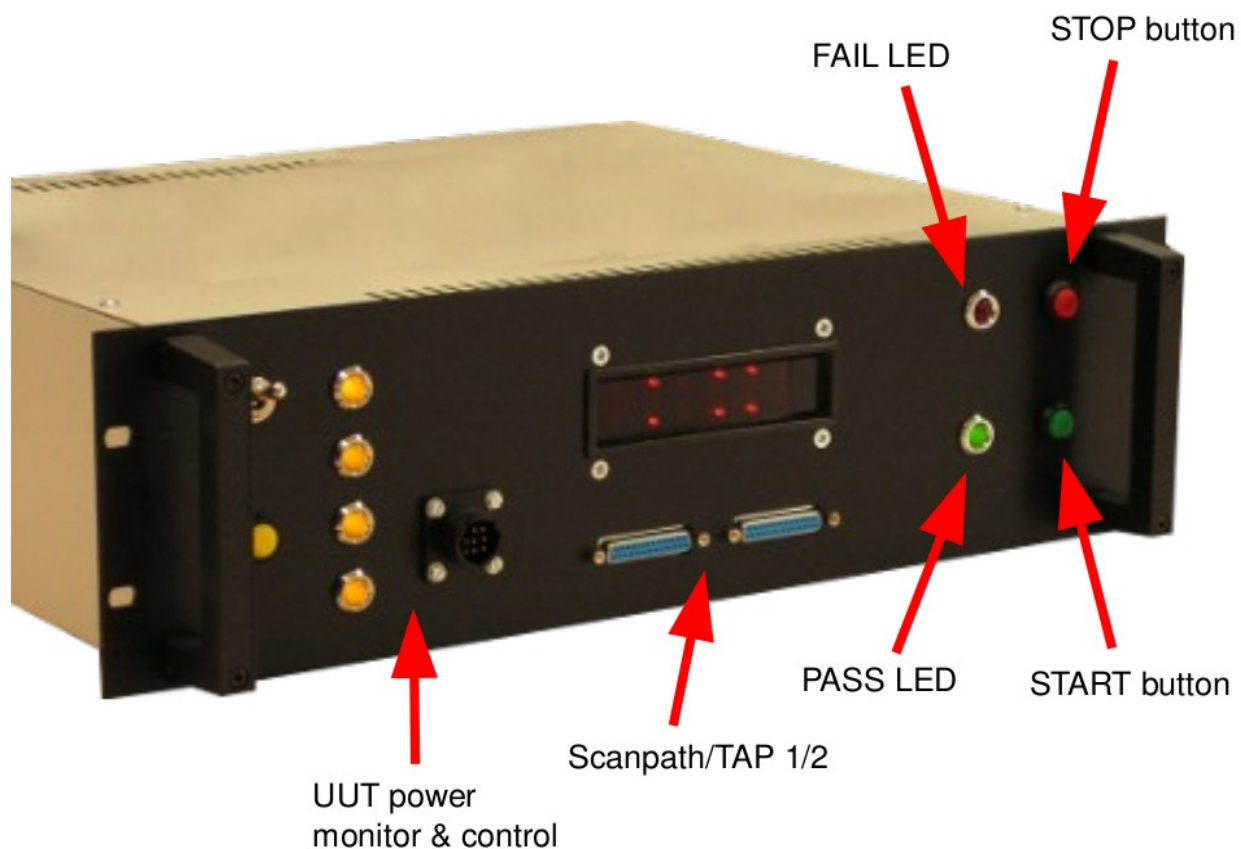

figure 8: BSC Frontplatte
- ➔ Der BSC kann unabhängig vom PC betrieben werden. Für schnelle Vorprüfungen ist dies sinnvoll. Der Bediener braucht nur die START und STOP-Tasten an der Frontseite des BSC drücken. Die beiden LEDs zeigen PASS oder FAIL eindeutig an (siehe figure 8 Seite 14 und Abschnitt 9 Tests-Ausführung (run) auf Seite 35).
Der BSC (Boundary Scan Controller) befindet sich in einem robusten 19"-Gehäuse mit robusten Steckverbindern für schnellen und sicheren Prüflingswechsel (figure 8). Er kann autonom vom PC operieren. Insbesondere für **schnelle Vortests**, in denen der Bediener nur die START/STOP-Tasten an der Frontseite drückt und auf das Aufleuchten der PASS/FAIL-LEDs reagiert, ist dies von Vorteil.